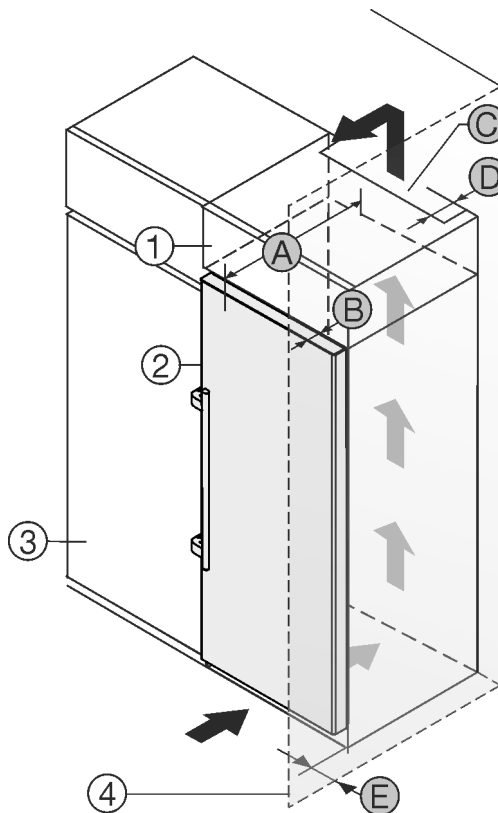

Fig. 1
- (1) Nástavná skříňka
- (2) Příklad
- (3) Kuchyňská skříň
- (B) Hloubka dveří
- (C) Větrací průřez
- (D) Vzdálenost zadní strany přístroje
- (E) Vzdálenost k zadní straně přístroje
- (4) Stěna
- (A) Hloubka přístroje
Můžete přístroj nainstalovat přímo vedle kuchyňské skřínky Fig. 1 (3).
Na zadní straně nástavné skřínky musí být větrací šachta hluboká Fig. 1 (D) přes celou šířku nástavné skřínky.
Pod stropem místnosti musí být dodržen větrací průřez Fig. 1 (C).
Když přístroj instalujete závěsy vedle stěny Fig. 1 (4), musí být vzdálenost mezi přístrojem a stěnou minimálně 57 mm. To odpovídá přesahu madla při otevřených dveřích.
Aby bylo možné dvířka plně otevřít, musí přístroj přesahovat o hloubku dvířek *Fig. 1 (B)* vůči přední linii kuchyňské skříňky. V závislosti na hloubce kuchyňských skříněk *Fig. 1 (3)* a použití vymezovačů odstup od stěny může přístroj vyčnívat dále.